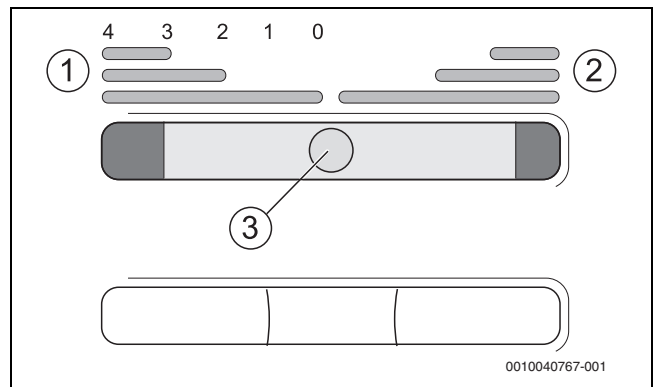

Bild 9 Verbrennungsluftschieber an der Aschetür
- ▶ Verbrennungsluftschieber [3] von der Mittelstellung ausgehend nach rechts führen (→ Bild 9)
- ▶ Verbrennungsluftschieber [3] von der Mittelstellung ausgehend nach links führen (→ Bild 9).
- ▶ Verbrennungsluftschieber nach rechts schieben, um die Heizleistung einzustellen (→ Bild 9, Seite 12).